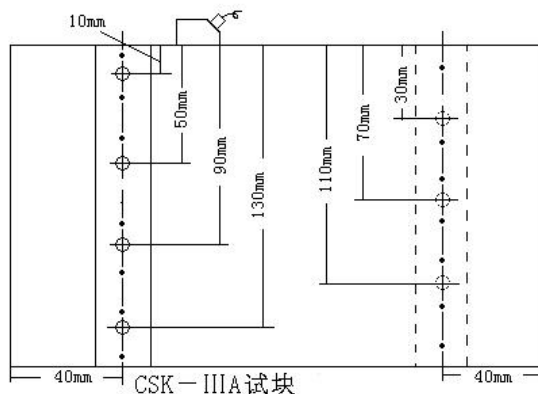

图 4-10
2、将探头 与参考试块耦合，使第一个参考点回波达到最高（我们用CSK-III A试块如图4-10）。